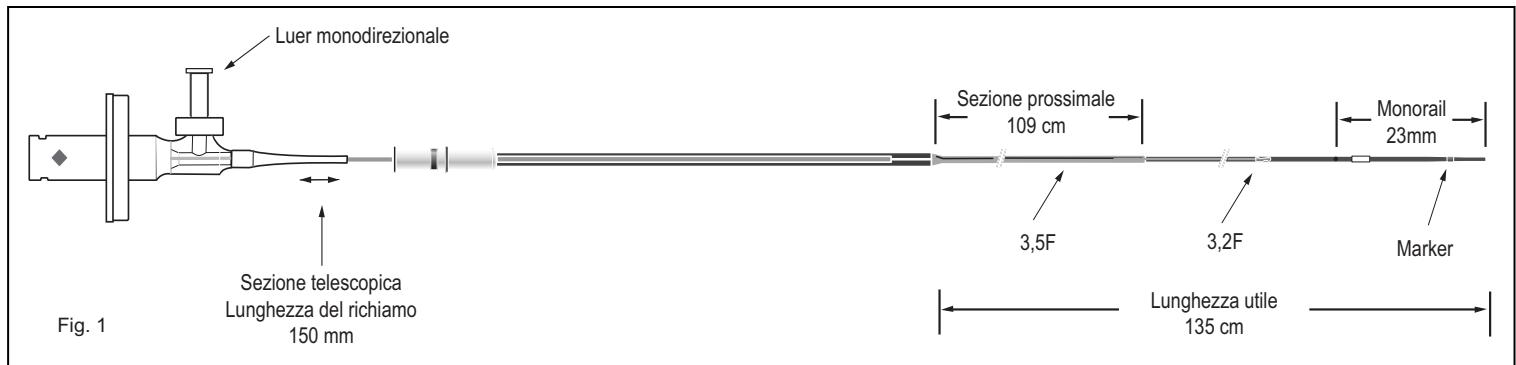

Fig. 1
Per eliminare l'aria inizialmente presente nel catetere, viene utilizzata una porta di scarico con valvola monodirezionale (Fig. 1). Prima dell'uso, è necessario lavare il catetere con soluzione salina eparinizzata per fornire il supporto di accoppiamento acustico necessario per l'imaging a ultrasuoni. La valvola monodirezionale trattiene la soluzione salina nel catetere durante l'uso.
Il corpo del catetere include un lume del filo guida distale con una porta di uscita prossimale posta a 2 cm dall'estremità prossimale (Fig 1). Nel corpo del catetere viene incorporato un marker radioopaco (RO) a 0,5 cm dalla punta. Inoltre, nel corpo del catetere viene posizionato un indicatore della profondità di inserimento a 100 cm, corrispondente agli inserimenti femorali.